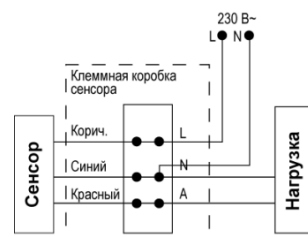

Рис.2
4. Подключите провода к клеммным зажимам в соответствии со схемой (см. Рис. 2)